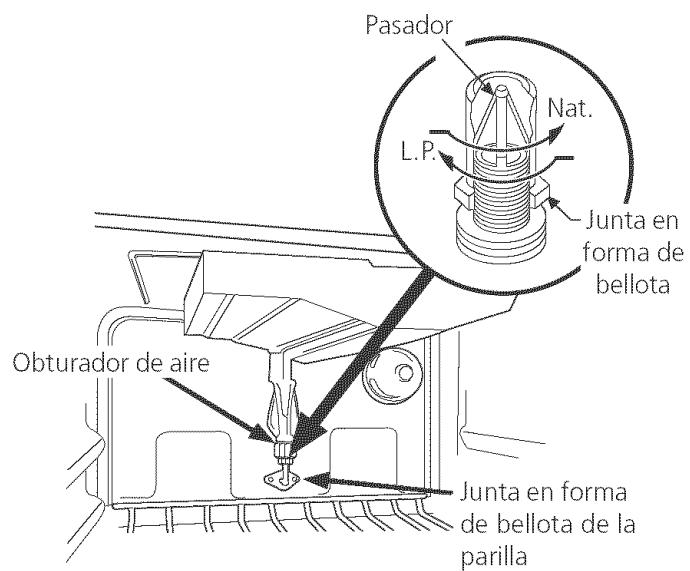

Figura 10
C. Ajuste del orificio del quemador del asador (Modelos autolimpiadores solamente) (vea figura 10)
Usando una llave de $\frac{1}{2}$ ", giro hacia abajo la junta en forma de bellota ajustable que inyecta gas al quemador del horno. Gire esta junta en forma de bellota hasta que ajuste contra el pasador medidor de LP. Esto será aproximadamente 2 $\frac{1}{2}$ vueltas. No lo apriete demasiado (vea figura 10).